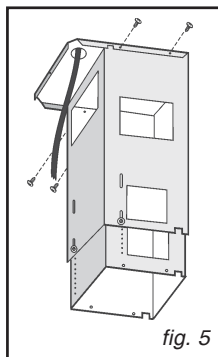
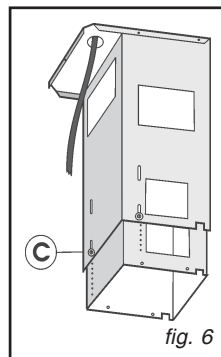
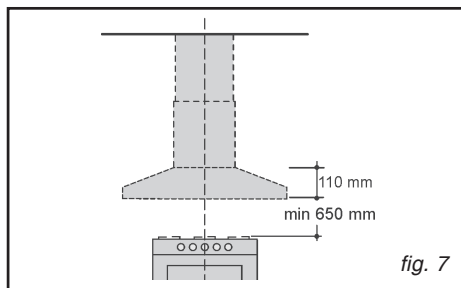

fig. 5
fig. 6
fig. 7
udluftningsrøret inde i teleskoprøret, og den elektriske forbindelse inde i det relevante hul i bøjlens (Fig. 5). Juster højden af teleskoprøret ved brug af de fire fastspændingsskruer C (Fig. 6), og sørg for, at afstanden mellem emhætten og kogepladen er mindst på 650 mm (Fig. 7), da selve emhættens højde er på 110 mm.
- Fastspænd teleskoprøret til bøjlen ved brug af de 4 (medleverede) skruer, ved at indføre den elektriske forbindelse inde i det relevante hul i bøjlen (Fig. 5). Juster højden af teleskoprøret ved brug af de fire fastspændingsskruer C (Fig. 6), og sørg for, at afstanden mellem emhætten og kogepladen er mindst på 650 mm (Fig. 7), da selve emhættens højde er på 110 mm.